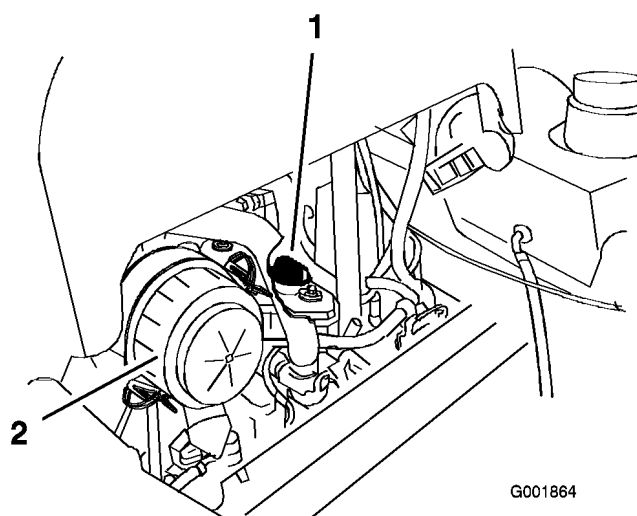

Figure 39
6. Retirez le bouchon de remplissage d'huile en haut du moteur (Figure 39). Cela facilitera la vidange de l'huile.
2. Retirez le bouchon de remplissage et la jauge (Figure 39).